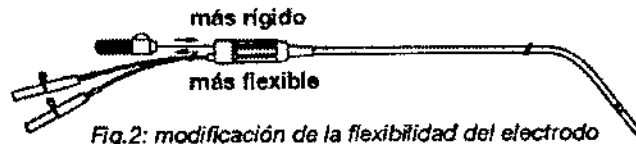

Fig.2: modificación de la flexibilidad del electrodo
- o Para mejorar la manipulación, el estilete se puede extraer unos centímetros del electrodo (Fig. 2). Sin embargo, debe asegurarse de todavía se puede extraer más para doblarlo.